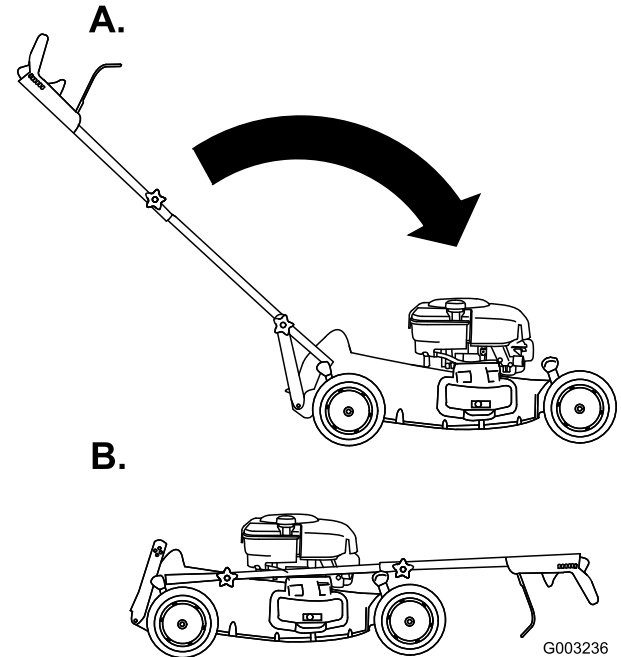

Figura 44
3. Doble el manillar hacia adelante (Figura 44).